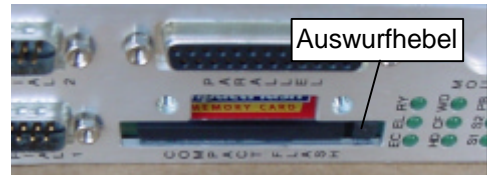

Abbildung 40: CompactFlash Slot ohne Abdeckung
3. Drücken Sie den Auswurfhebel vorsichtig bis zum Anschlag in den OMC500 hinein (siehe Abbildung 40). Verwenden Sie dazu beispielsweise einen grösseren Schraubenzieher. Die CompactFlash Karte wird durch die Hebelwirkung einige Millimeter aus dem Slot gehoben (siehe Abbildung 43).
5. Führen Sie die neue CompactFlash Karte in den Slot ein und drücken Sie diese bis zum Anschlag in den OMC500 hinein. Dadurch wird der Auswurfhebel wieder zurück nach vorne geschoben (siehe Abbildung 40).